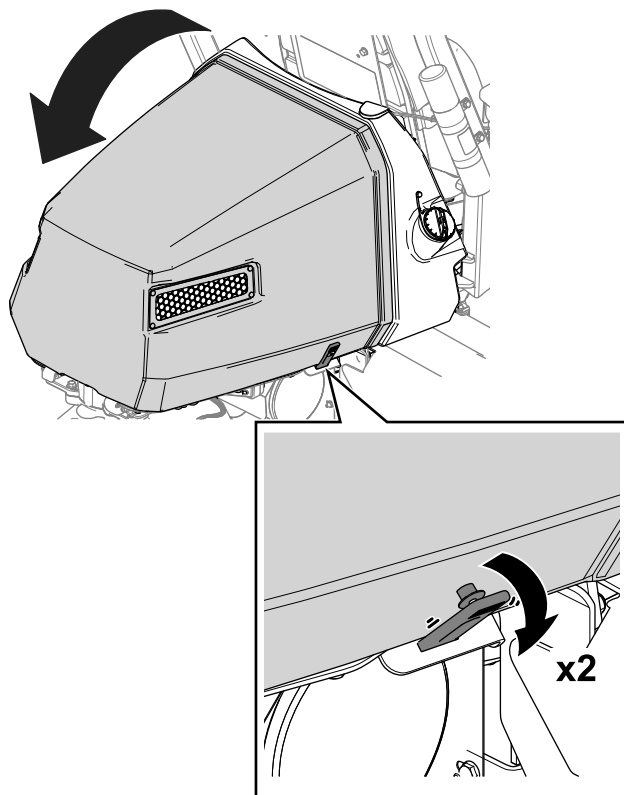

図 44
1. フードの両側でストラップを外す 図 44。
2. フードを上げる 図 44。